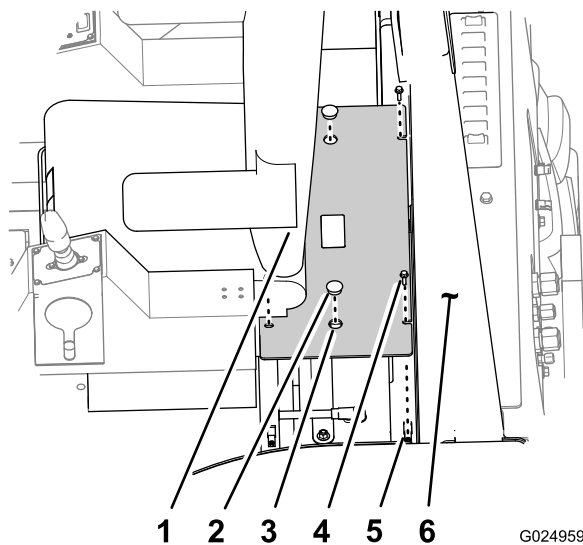

Рисунок 82
3. Отверните 4 болта крепления крышки аккумуляторной батареи к платформе ROPS (Рисунок 82).
1. Совместите отверстия в монтажных фланцах крышки аккумуляторной батареи с гайками пластины в платформе ROPS вокруг аккумуляторной батареи (Рисунок 82).
2. Прикрепите крышку аккумуляторной батареи к платформе ROPS с помощью 4 болтов (Рисунок 82).